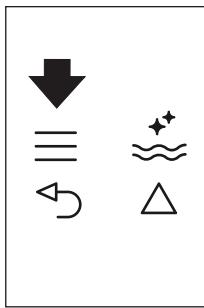
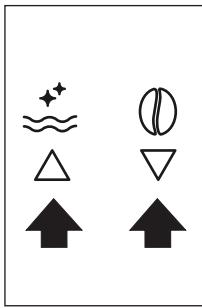

Fig. 22
Fig. 9
- Appuyez sur l'icône (B2) pour entrer dans le menu (Fig. 22), puis appuyez sur les icônes (B7) et (B8) (Fig. 9) jusqu'à ce que le message « PROGRAM CAPPUCINO » (PROGRAMMER CAPPUCINO) s'affiche.
- Appuyez sur l'icône (B2) pour entrer dans le menu (Fig. 22) ou appuyez sur les icônes (B7) et (B8) (Fig. 2) jusqu'à ce que le message « PROGRAM CAPPUCINO » (PROGRAMMER CAPPUCINO) s'affiche.
- Appuyez sur l'icône (B9) pour confirmer, puis sur les icônes (B7) et (B8) (Fig. 9) jusqu'à ce que le message « COFFEE FOR CAPPUC. » (CAFÉ POUR CAPPUC.) s'affiche.